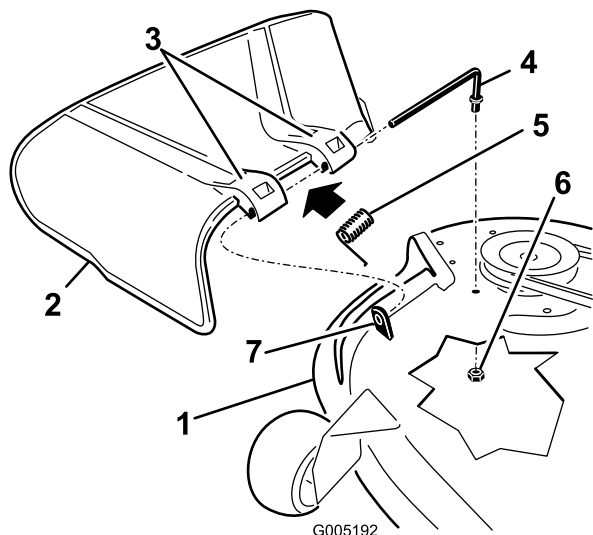

Figura 71
1. Individuate le parti illustrate nella Figura 71.
2. Togliete il dado (da 3/8 poll.) dall'asta sottostante il tosaerba (Figura 71).
3. Estraiete l'asta dal distanziatore corto, dalla molla e dal deflettore dell'erba (Figura 71). Togliete il deflettore dell'erba tagliata se è danneggiato o consumato.
4. Riposizionate il deflettore dell'erba (Figura 71).
6. Collocate la molla sull'asta (tenendo abbassati i fili alle estremità), tra le staffe del deflettore di sfalcio. Fate scorrere l'asta attraverso la seconda staffa del deflettore dell'erba (Figura 71).
7. Inserite l'asta dalla parte anteriore del deflettore dello sfalcio, nel piccolo isolatore sul piatto di taglio. Fissate l'estremità posteriore dell'asta nel tosaerba con un dado (3/8 poll.) (Figura 71).